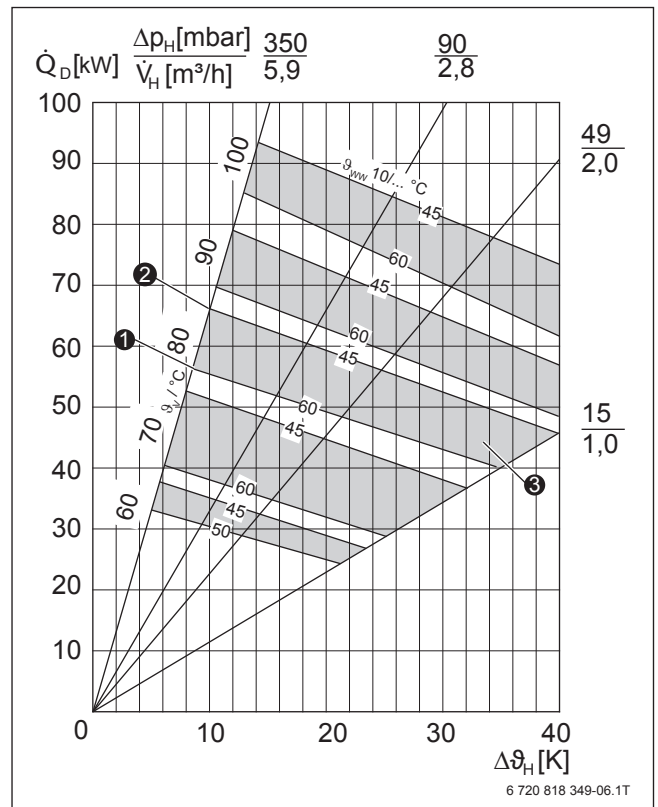

Bild 39 Dauerleistungsbereiche des Speichers Logalux SU500.5 (Vorlage → Bild 73, Seite 103)
Im Dauerleistungsdiagramm ist jeder Vorlauftemperatur ein graues Feld zugeordnet, das nach oben und unten begrenzt ist (→ Bild 39). Zum Beispiel ist das Feld  $\vartheta_V = 80\text{ °C}$  ③ von den Kurven  $\vartheta_{WW} = 10/45\text{ °C}$  ② und  $\vartheta_{WW} = 10/60\text{ °C}$  ① begrenzt.